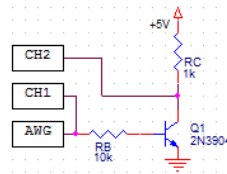

Abbildung 65: Verstärkerschaltung
- 6) Erhöhen Sie den Offset des AWG, bis die Kurve des CH2 auf dem Display zentriert ist. Das Display sollte wie in Abbildung 65 aussehen.